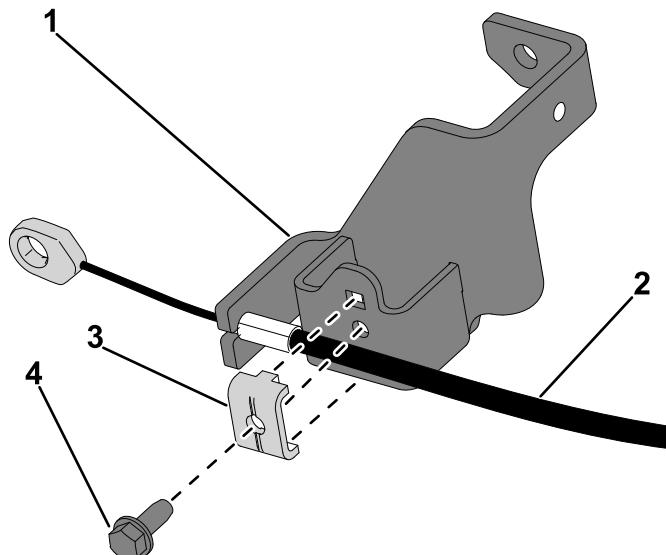

Bild 12
- B. Bringen Sie die neue Kabelklemme an der Halterung des Hydrostatikantriebs an und befestigen Sie diese mit der Sechskantschraube ($\frac{1}{4}$ " x $\frac{5}{8}$ ") (Bild 12).